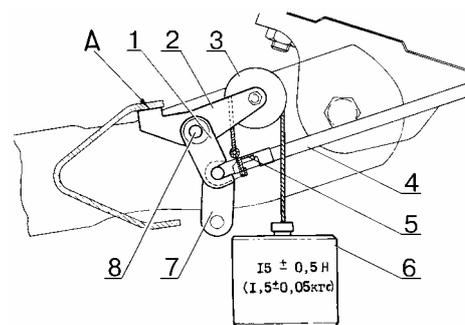
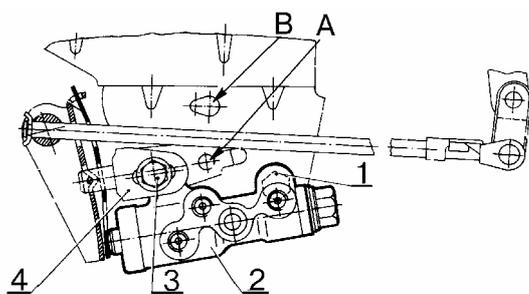

Рис. 49.
Рис. 50.
- установить между рычагами задней подвески и кузовом две штанги 1, рис. 49, для фиксации кузова в данном положении (штанга 67.7834-9512/40-2 шт.);
- отсоединить серьгу 7, рис. 49, от пальца 8 кронштейна рычага задней подвески и опустить серьгу вниз (отвёртка плоская, плоскогубцы);
- установить на палец 8 опору 2. Упор "А" опоры 2 должен упираться в полку соединителя рычагов задней подвески, как показано на рис. 49 (опора 67.7834-9512-10);
- установить на палец 8 шаблон 1. При правильной регулировке привода регулятора давления рычаг 4 должен входить в паз шаблона 1, как показано на рис. 49. При необходимости отрегулировать привод (шаблон 67.7834-9512-01);
- ослабить болты 1 и 3, рис. 50 (ключ гаечный 13);
- переместить кронштейн 4 влево или вправо до положения, при котором рычаг 4, рис. 49, войдет в паз шаблона 1. Затянуть болты 1 и 3, рис. 50, в этом положении (ключ гаечный 13);
- снять приспособление и установить серьгу 7, рис. 50, на палец 8 (отвёртка плоская, плоскогубцы);